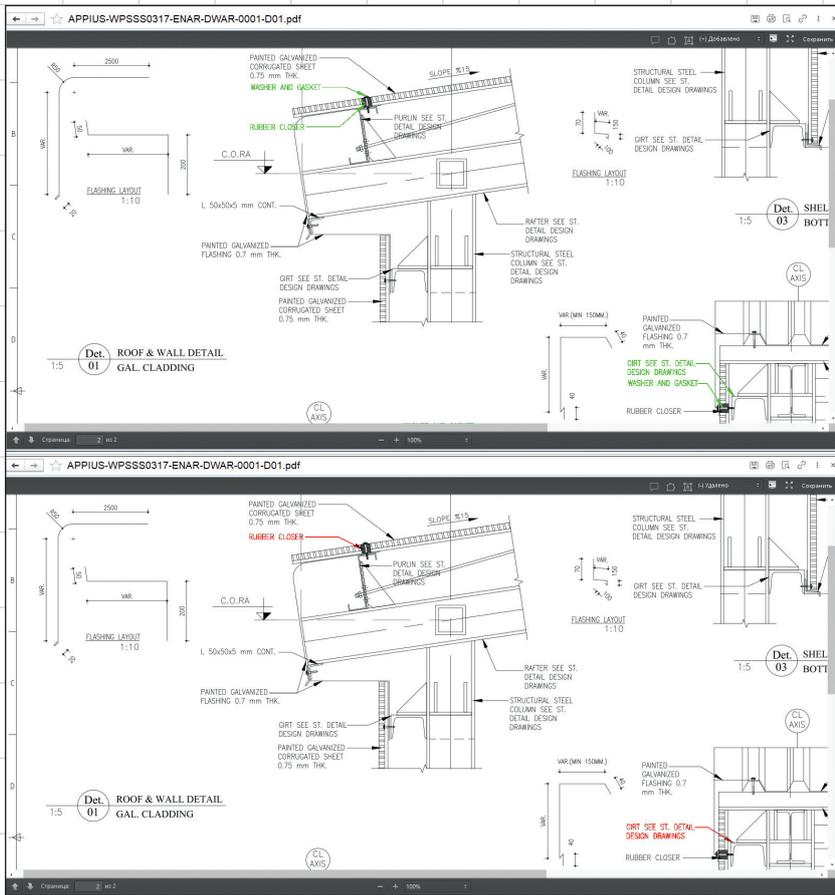

Рис. 2. Функция сравнения
• **Сравнение файлов** — дает пользователям возможность графического и текстового сравнения разных ревизий документа с визуализацией их различий. Для наглядности линиями красного и зеленого цвета выделяется удаленная и добавленная информация соответственно (рис. 2);